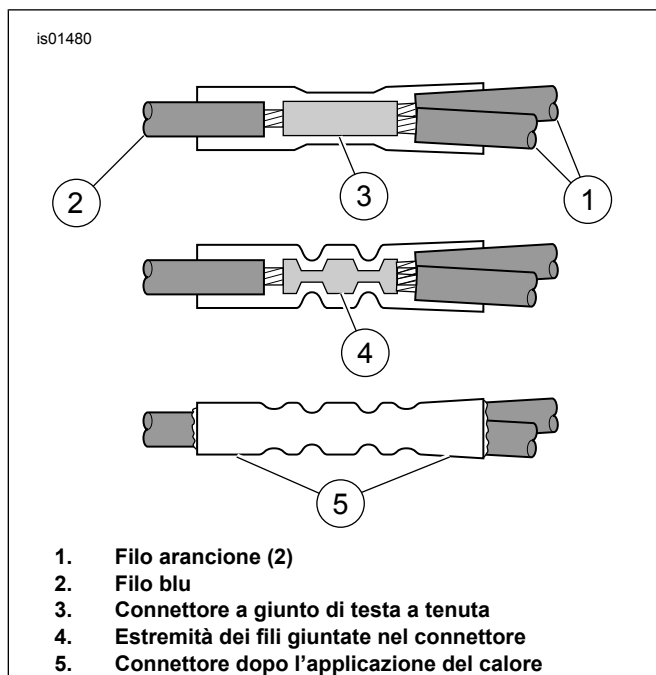

Figura 2. Installazione del connettore a giunto di testa a tenuta
e. Vedere Figura 2. Inserire il filo blu (2) del relè della luce di arresto e le estremità di entrambi i fili arancione (1) nel connettore a giunto di testa a tenuta (3) dal kit.
g. Vedere Figura 2. Utilizzando l'Ultratorch UT-100 (H-D 39969), la pistola termica Robinair (H-D 25070) con accessorio per la termoritrazione (H-D 41183), o altro dispositivo a riscaldamento radiante adatto, riscaldare il giunto per incapsulare il collegamento a giunto di testa. Riscaldare dal centro del giuntaggio verso ciascuna estremità, finché il sigillante a fusione non fuoriesca da entrambe le estremità del connettore (5). Lasciare che il connettore si raffreddi.